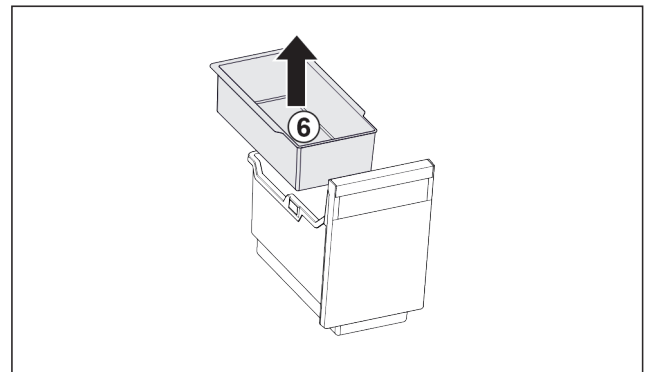

Fig. 30
- ▶ Вийняти підвісний лоток Fig. 30 (6).